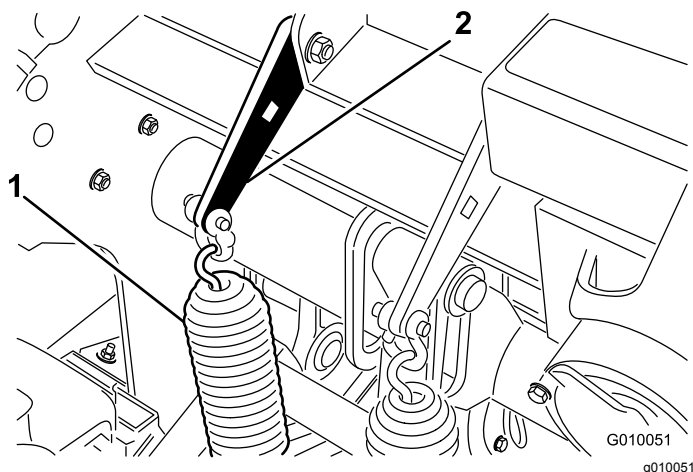

Figura 37
2. Allentate i dadi dei bulloni a testa tonda che fissano le foglie delle molle a balestra alla testa di carotaggio (Figura 37). Non toglierli.